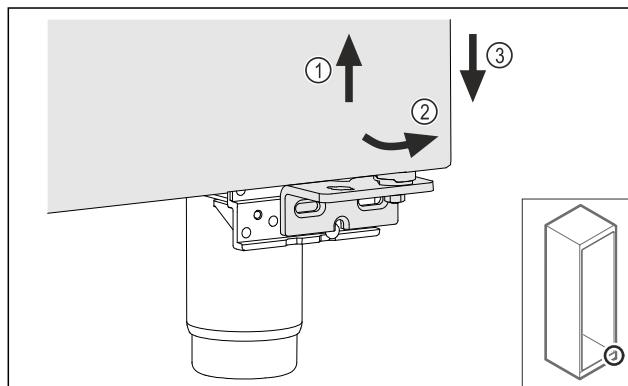

Fig. 19
- ▶ Nadvihnite zľahka dvere Fig. 19 (1), dole ich preklopte dopredu Fig. 19 (2) a spustite dolu Fig. 19 (3).